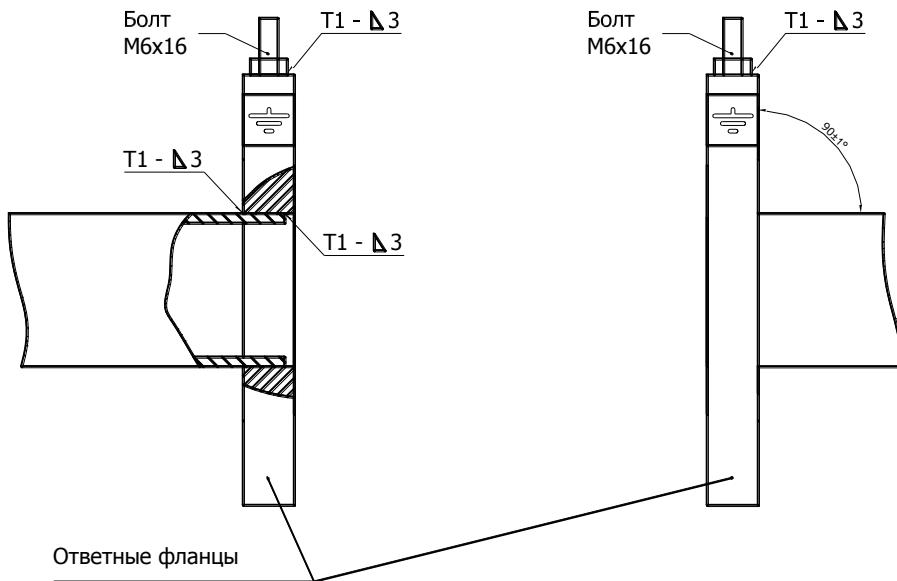

Рис. 8.6
8.3.5 К прямолинейным участкам трубопровода приварить фланцы в соответствии с ГОСТ 12820-80, при этом угол между осью трубопровода и плоскостью фланца должен быть  $90\pm1^\circ$ . Фланцы следует приваривать таким образом, чтобы после установки расходомера (ППР) ось электродов ППР лежала в горизонтальной плоскости (допустимое отклонение от линии горизонта  $\pm10^\circ$ ). При монтаже ответных фланцев необходимо приварить болт заземления к верхней части монтируемого фланца (см. рис. 8.6).
**ВНИМАНИЕ!** На датчики расхода, монтаж которых выполнен с нарушением требований ГОСТ 12820-80 (соединение трубы-фланец), гарантийные обязательства не распространяются (см. Рис. 8.6а).
Рис.8.6а